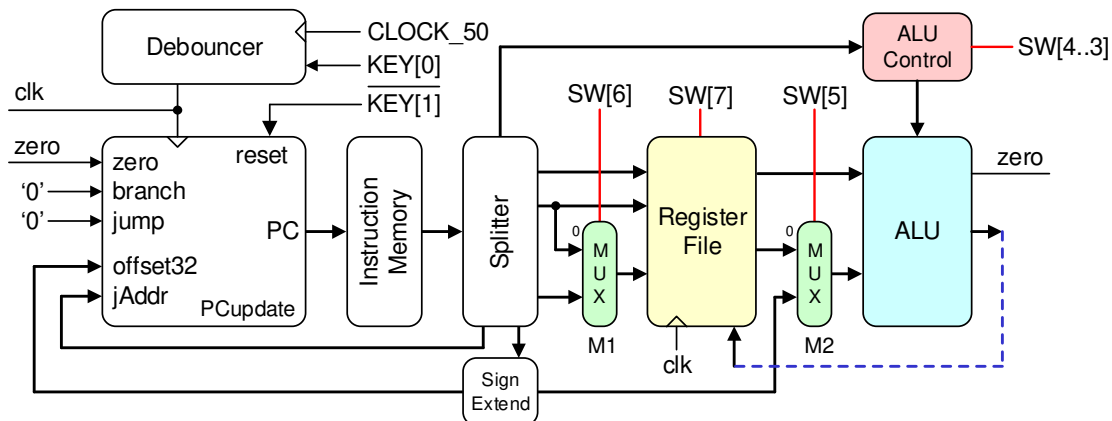

Figura 2. Diagrama de blocos simplificado com os blocos já implementados.
1. Abra o ficheiro "**MIPS_SingleCycle.vhd**" e seleccione-o como *top-level* do projeto. Instancie os módulos que desenvolveu nesta aula e faça as respetivas ligações ao restante diagrama. Ligue a saída da ALU ao porto de escrita do Banco de Registos, como indicado na Figura 2 a tracejado azul (esta ligação é feita apenas para teste dos módulos já desenvolvidos e deverá ser removida no final do guião).
1. Ainda sem a unidade de controlo implementada, é possível testar o funcionamento integrado dos módulos já desenvolvidos gerando manualmente os sinais de controlo. Para isso ligue (ver Figura 2): "**ALUOp**" a **SW[4..3]**, sinal de controlo do Mux M2, "**ALUSrc**", a **SW[5]**, sinal de Controlo do Mux M1, "**RegDst**", a **SW[6]** e o sinal de controlo da escrita no Banco de registos, "**RegWrite**", a **SW[7]**.